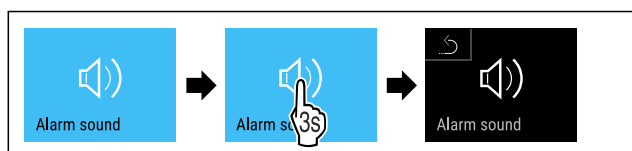

Fig. 112
- ▶ Провести етапи операцій (див. Fig. 112).